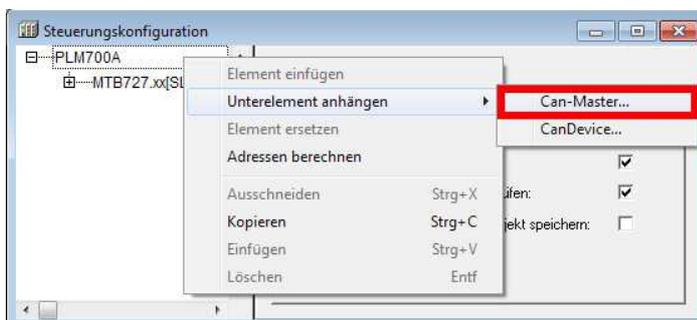

Abb. 1-10 Konfiguration des CAN-Master
- Hängen Sie nun wie in Abb. 1-10 dargestellt den CAN-Master an.